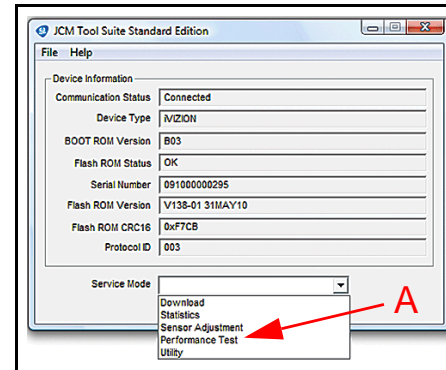
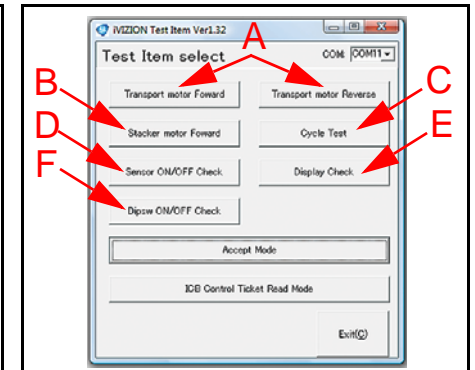

Figura 7 Típica pantalla del Tool Suite de JCM conectada al iVIZION
Figura 8 Típica pantalla de selección de elemento de prueba del iVIZION
El Tool Suite de JCM se utilizará para probar el funcionamiento y los sensores en una unidad iVIZION®. La Figura 7 ilustra una típica pantalla del Tool Suite de JCM del iVIZION® conectado con el menú desplegable del “Service Mode” (Modo de servicio) activo. Para comenzar una prueba de desempeño, realice lo siguiente:
1. Seleccione **“Performance Test”** (Prueba de desempeño) del menú desplegable (Consulte la Figura 7 a). Aparecerá la pantalla **“Test Item select”** (Selección de elemento de prueba) como se muestra en la Figura 8.
Estas dos (2) pruebas hacen funcionar el motor de transporte en avance o retroceso (Consulte la Figura 8 a).
- Una luz LED **amarilla intermitente** indica una velocidad de motor correcta (Consulte la Figura 8 b).
- El funcionamiento correcto se indica cuando la luz LED de prueba se mantiene **apagada** (Consulte la Figura 8 c).
- Bloquee cada sensor para probarlo. La pantalla mostrará “ON” (Encendido) u “OFF” (Apagado), indicando el estado operativo del sensor bloqueado (Consulte la Figura 8 d).
- Las luces LED constantemente recorrerán un ciclo de **rojo, verde y azul** (Consulte la Figura 8 e).
- Bloquear cada sensor para probarlo (consulte la Figura 8 f).